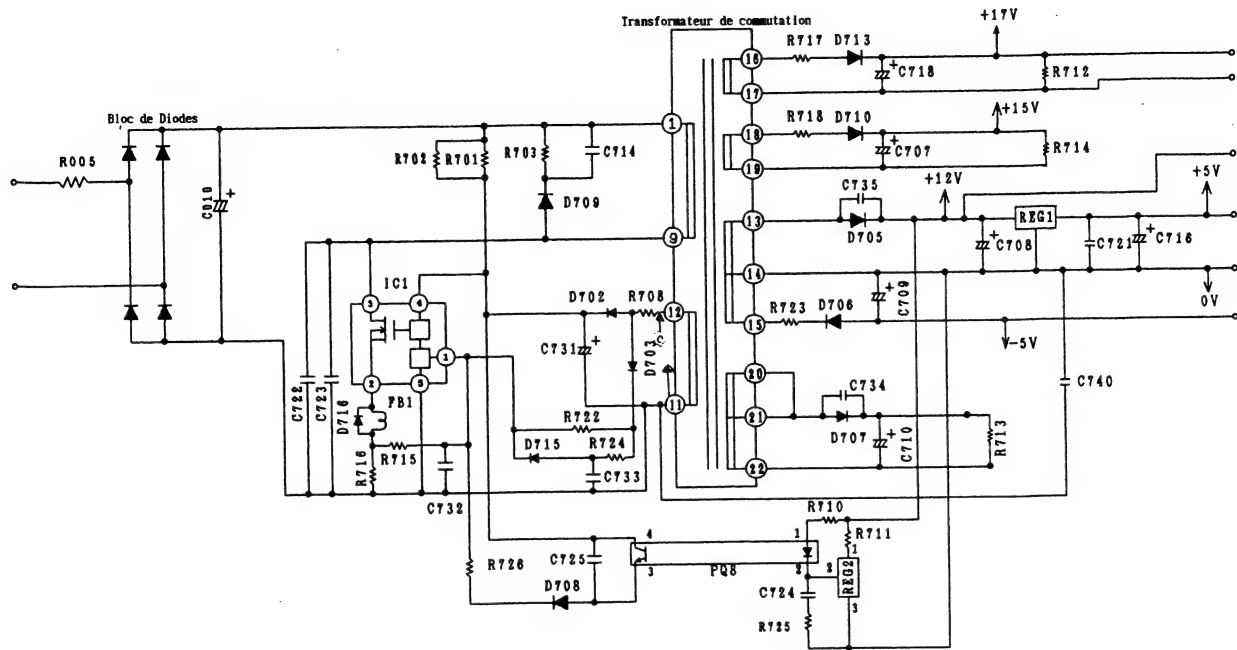

Fig. 4-1 Circuit d'alimentation pour le circuit imprimé.
- La figure 4-1 représente le circuit d'alimentation pour le circuit imprimé et la forme d'onde à chaque point.